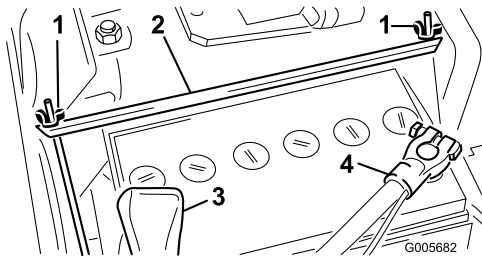
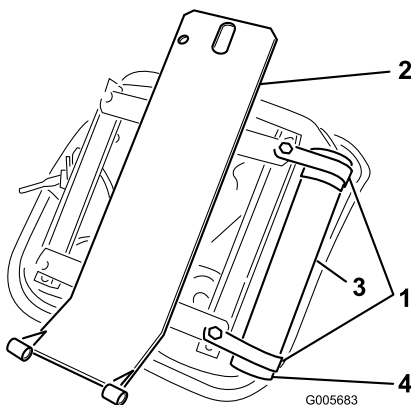

Bild 6
Bild 7
2. Nehmen Sie die beiden Flügelmutter und das Befestigungsband ab, mit denen die Batterie befestigt ist (Bild 6). Heben Sie die Batterie aus dem Chassis heraus. Bewahren Sie die Flügelmutter und das Befestigungsband für eine spätere Verwendung an einem sicheren Ort auf.
1. Befestigen Sie die zwei R-Schellen lose mit zwei Kopfschrauben und Flachscheiben (liegen dem Sitz bei) an der rechten Seite des Sitzes (Bild 6). Setzen Sie das manuelle Rohr in die R-Schellen ein und ziehen Sie die Klemmmutter fest (Bild 7).